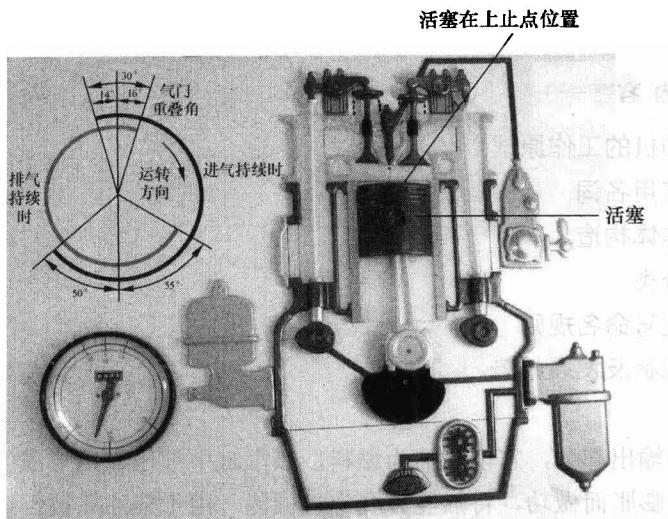

图 1-2 活塞在汽缸上止点的位置
- ① 上止点：活塞离曲轴中心最远的位置，即活塞在汽缸中的最高位置称为上止点，如图 1-2 所示。